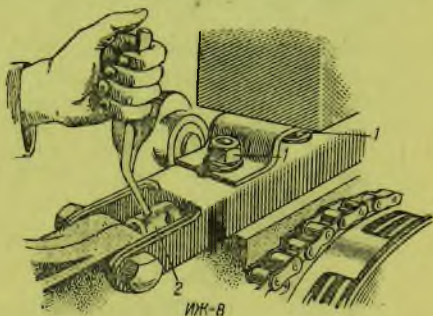

Рис. 176. Моторная передача
Натяжка цепи осуществляется передвиганием коробки передач вдоль мотоцикла, для чего ослабляют гайки (1) и, поворачивая специальную гайку (2), сдвигают коробку в том или ином направлении (рис. 176).